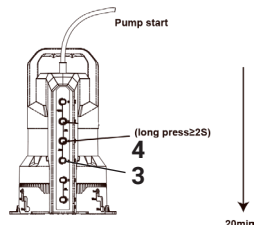

рис.9
5. Настройка отложенного выключения, как показано на рис.9